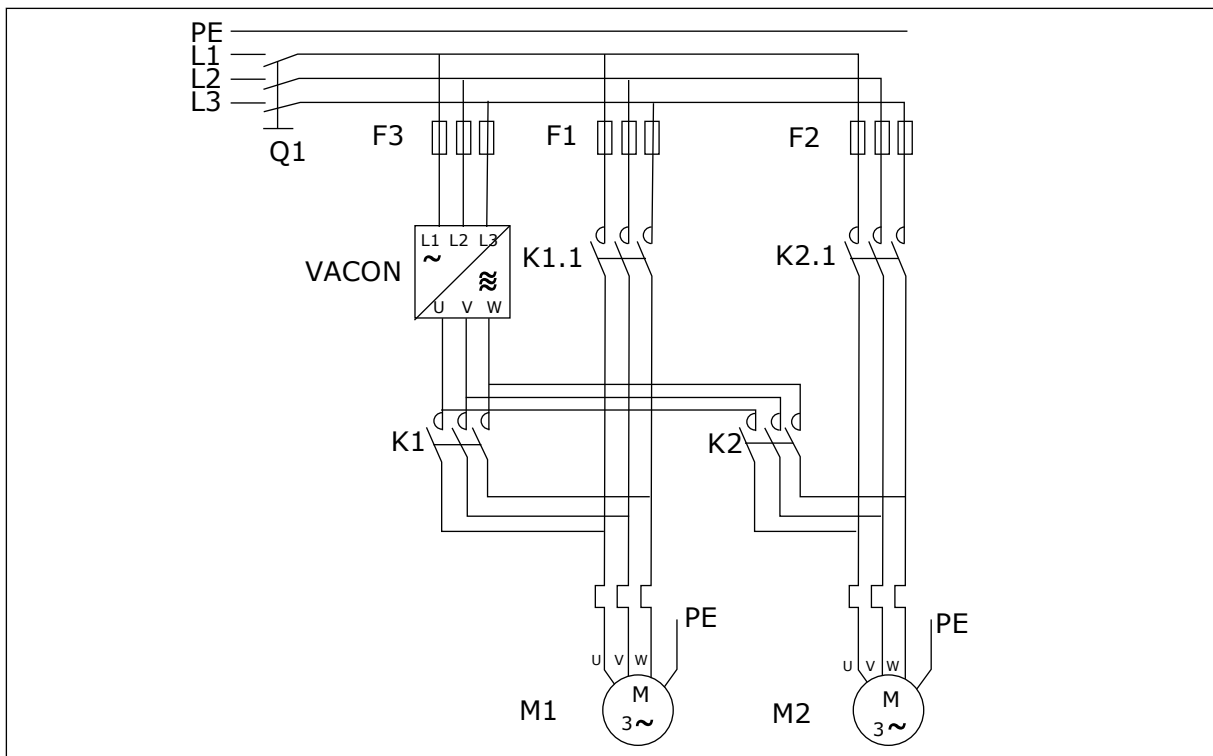
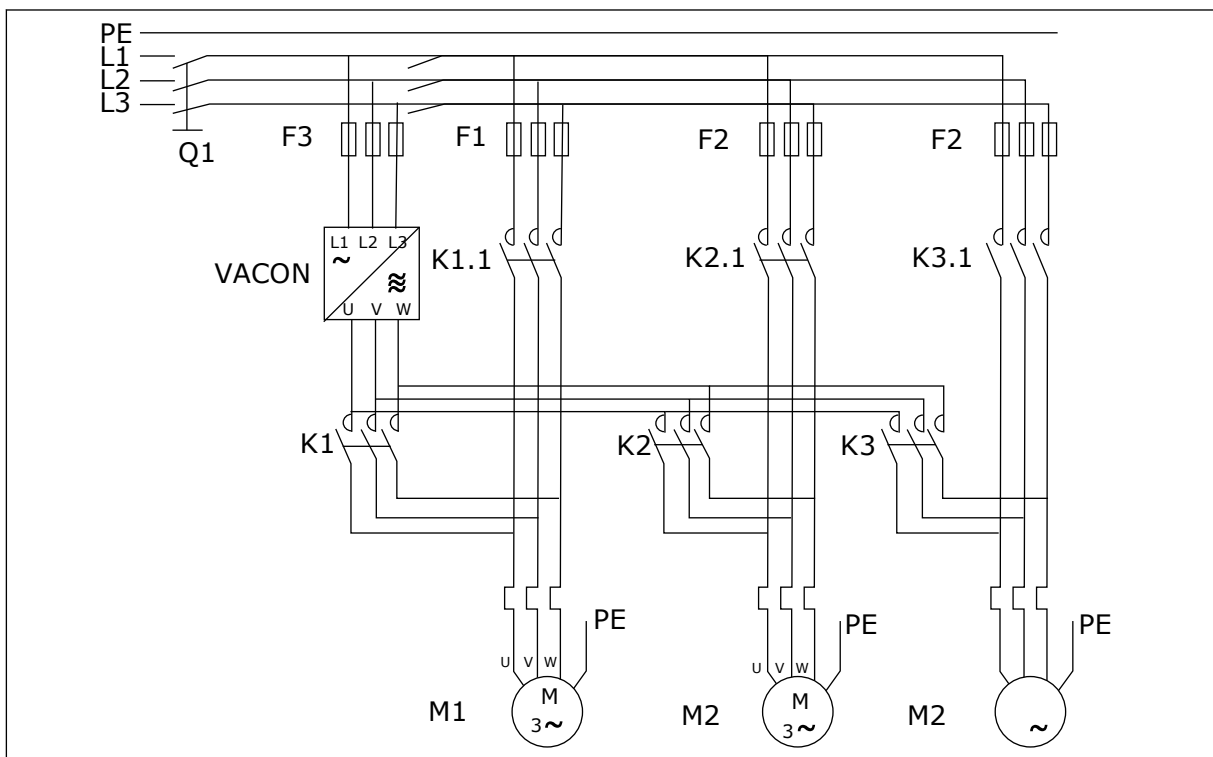

Abb. 98: Beispiel für 2-Pumpen-Autowechsel, Hauptdiagramm
Abb. 99: Beispiel für 3-Pumpen-Autowechsel, Hauptdiagramm
- Externe Schütze, die durch die Relaisausgänge des Frequenzumrichters gesteuert werden, verbinden die Antriebe mit dem Frequenzumrichter oder dem Stromnetz. Wenn der von dem Frequenzumrichter gesteuerte Motor in der Autowechsel-Sequenz enthalten ist, wird er immer über den zuerst aktivierten Relaisausgang gesteuert. Die anderen, später aktivierten Relais steuern die Nebenumrichter (siehe *Abb. 98 Beispiel für 2-Pumpen-Autowechsel, Hauptdiagramm* und *Abb. 99 Beispiel für 3-Pumpen-Autowechsel, Hauptdiagramm*).
Der automatische Wechsel der Start- und Stoppreihenfolge wird aktiviert und entweder nur auf die Nebenumrichter oder auf die Nebenumrichter und die vom Frequenzumrichter gesteuerten Antriebe angewendet, abhängig von der Einstellung des Parameters 2.9.25 (Automatik-Auswahl). Standardmäßig ist der Autowechsel für 2 Antriebe aktiviert. Siehe *Abb. 19 E/A-Standardkonfiguration der Pumpen- und Lüftersteuerungsapplikation und Verbindungsbeispiel (mit 2-Anschluss-Geber)*, und *Abb. 98 Beispiel für 2-Pumpen-Autowechsel, Hauptdiagramm*.